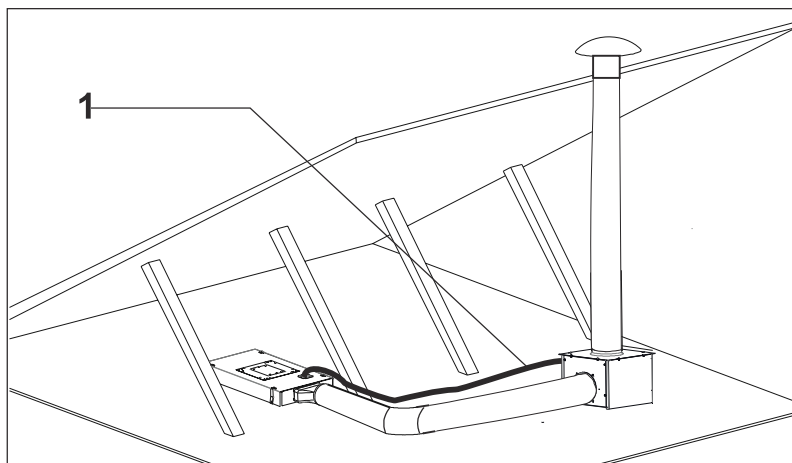

Fig. 34
9. ➔ Tilslut nu det 8m. lange kabel til emhætte kabinettet og motor kabinettet for at sikre forbindelse ml . disse. (Fig. 34).